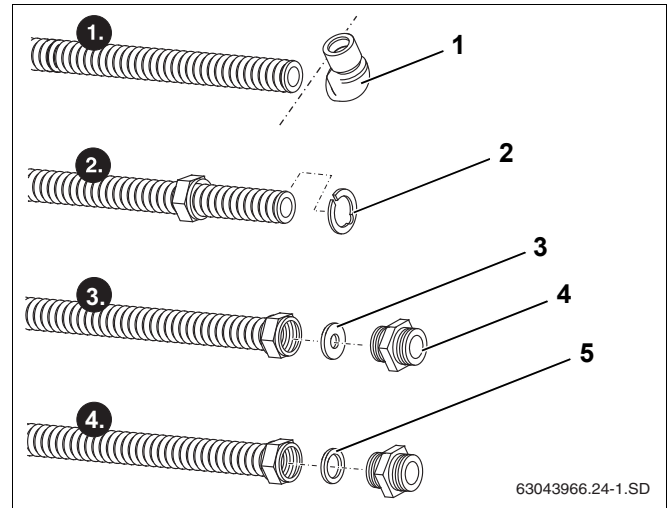

Рис. 57 Подготовка соединительной трубы
- ▶ Отделите от соединительной трубы уголок (рис. 57, поз. 1) труборезом.
- ▶ Уложите сзади первой волны зажимную шайбу (рис. 57, поз. 2) и сожмите. Она должна равномерно прилегать к буртику накидной гайки.
- ▶ Уложите шайбу (рис. 57, поз. 3) в накидную гайку на срез трубы.
- ▶ Заверните двойной ниппель (рис. 57, поз. 4) в накидную гайку, чтобы получилась плоская уплотняющая поверхность на соединительной трубе.
- ▶ Уложите уплотнение (рис. 57, поз. 5) закрутите двойной ниппель.